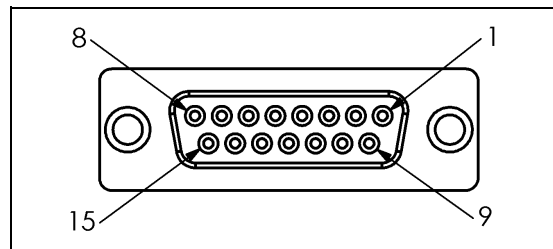

рис. II.12 15-полюсный разъем кромочного щупа (розетка)
**Занятость пинов для электронического щупа (занятость пинов:** Смотри рис. II.12)